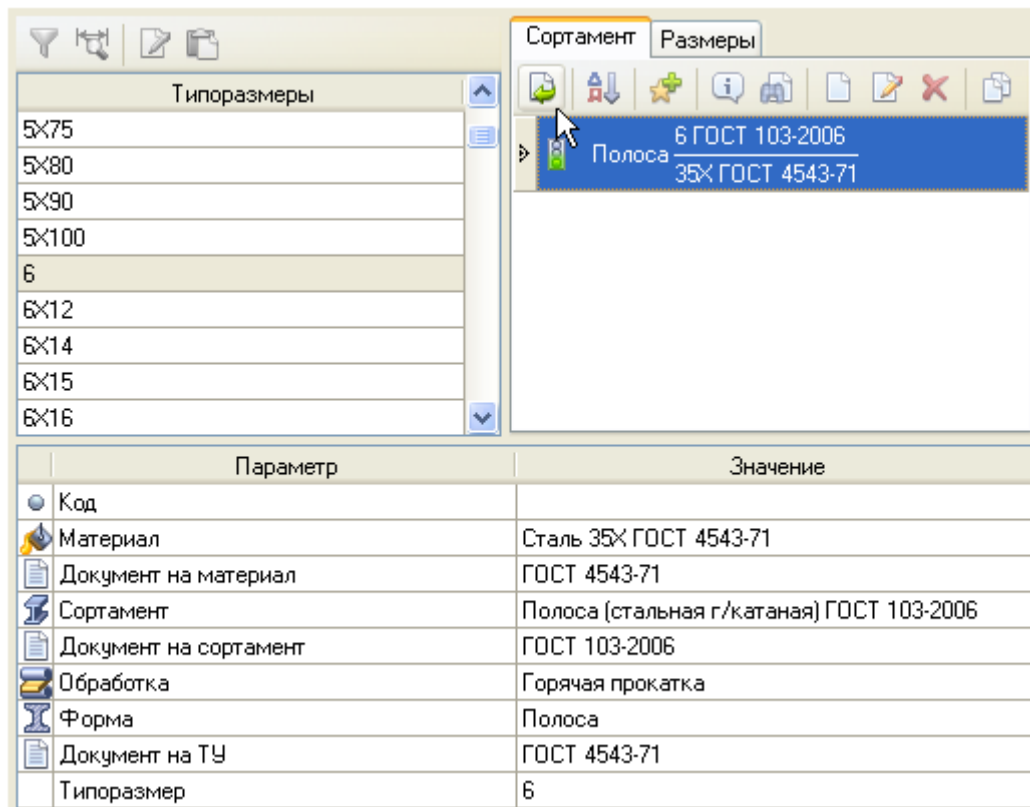

Рисунок 32.
- Для того чтобы вставить созданное обозначение в основную надпись чертежа, нажмите кнопку Выбрать на Панели инструментов окна (рис. 32).